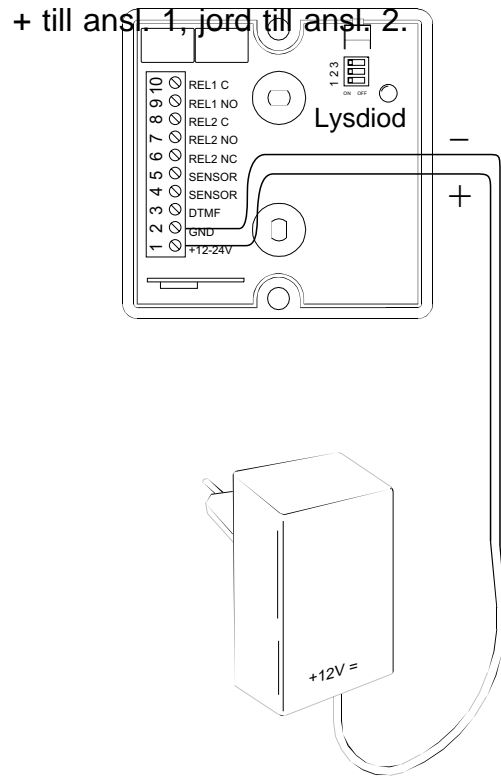

Fig 3.
- Anslut en batterieliminators till styrenheten enl. Fig 3. Kapa ev. kontaktdon i änden på eliminators. Normalt är den märkta kabeln plus.